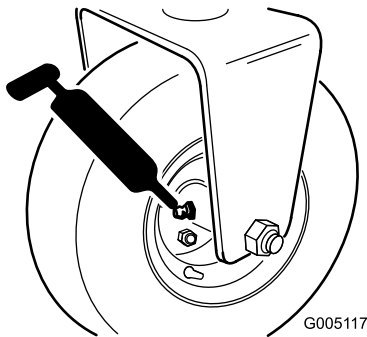

Figure 35
- Moyeu de rouleau arrière ou, si la machine est équipée d'un kit 3 roues motrices, embrayages à rouleau de roues arrière et roulement à billes extérieurs (1) (Figure 35)